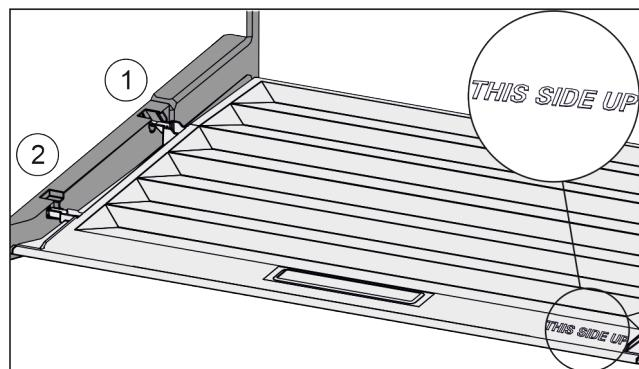

Fig. 95
- Вставить поперечные ребра крышки через отверстие заднего держателя Fig. 95 (1) и защелкнуть спереди в держателе Fig. 95 (2).